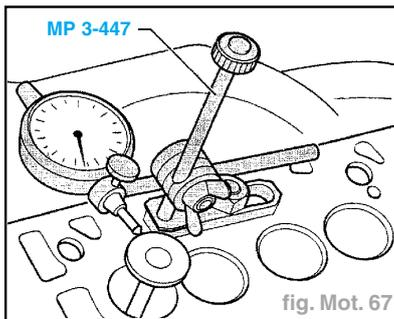

fig. Mot. 67
- Déterminer le jeu de basculement (fig. Mot. 67).